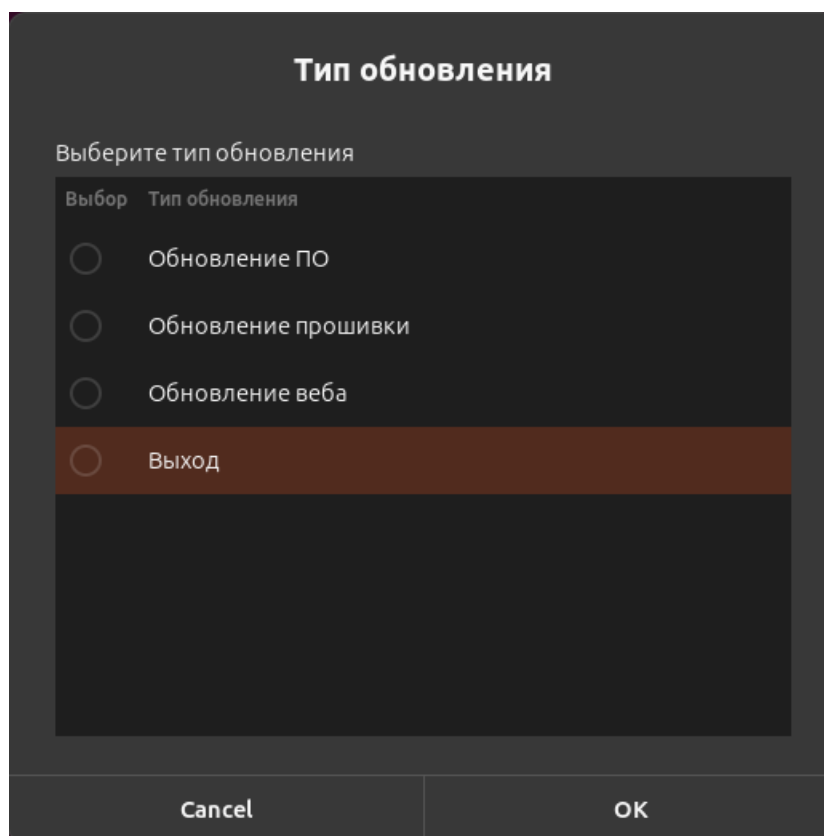

Рисунок II-72 – Диалоговое окно для выбора типа обновления
- 3) откроется программный интерфейс «Terminal». Отобразится диалоговое окно для выбора типа обновления (см. Рисунок II-72);
Дождитесь появления диалогового окна для выбора типа обновления (см. Рисунок II-72).